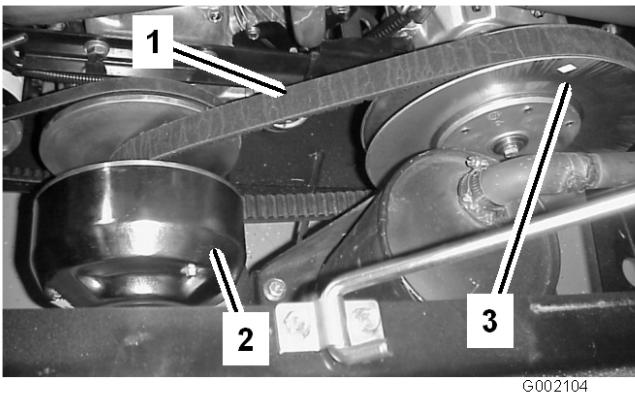

Bild 52
3. Drehen und prüfen Sie den Riemen (Bild 52) auf überdurchschnittliche Abnutzung oder Schäden. Tauschen Sie den Riemen bei Bedarf aus.
1. Drehen Sie den Riemen und verlegen ihn über die sekundäre Kupplung (Bild 52).
2. Entfernen Sie den Riemen von der Hauptkupplung (Bild 52).